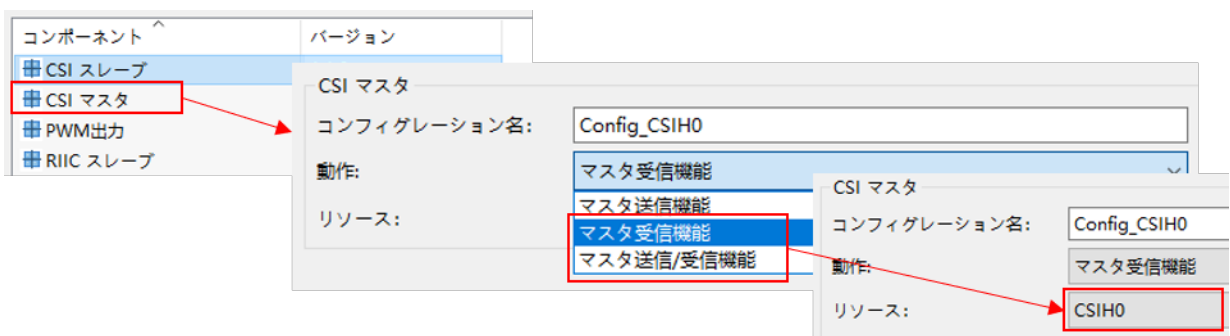

図 2-1 CSI マスタの動作設定 (例 : CSIH0)
CSI マスタの動作を「マスタ受信機能」または「マスタ送信／受信機能」にし (図 2-1)、チップセレクト (CS) 信号を使用した場合 (図 2-2)、マスタは初回のデータだけを正しく受信し、2 回目以降は受信に失敗します。